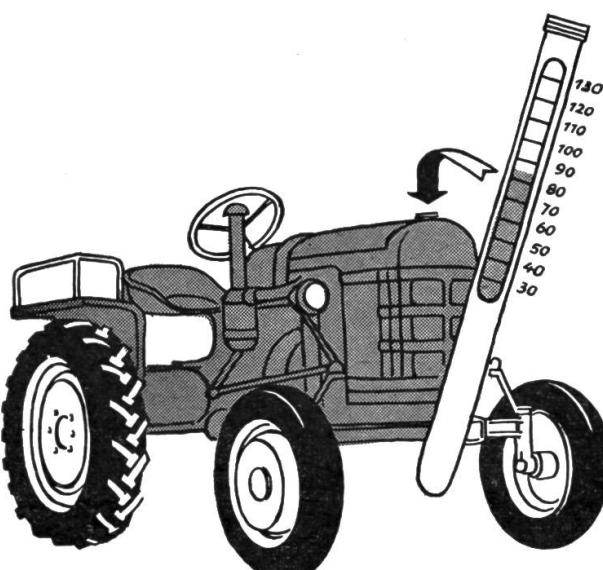

Abb. 6:
4. Sicherlich kennen Sie die richtige **Kühlwassertemperatur** vom Auto her. Sie soll unter allen Umständen um 80° schwanken (Abb. 6). Diese Temperatur braucht der Motor, um einwandfrei arbeiten zu können.